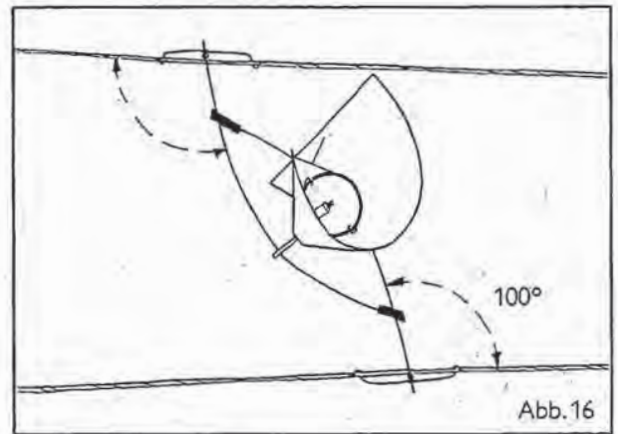

Abb. 16
1. Die fertig montierten Elemente werden am unteren Seil und wahlweise an einem der oberen Seile befestigt: Legen Sie das Element so an die gewünschte Seilverbindung, daß die Enden der Drahtbügel senkrecht (etwa 100°) zu den Seilen liegen, die Haltefedern etwa parallel zu den Seilen. Nur in dieser Position können die beiden Haltefedern an den Seilen befestigt werden (Abb. 16).